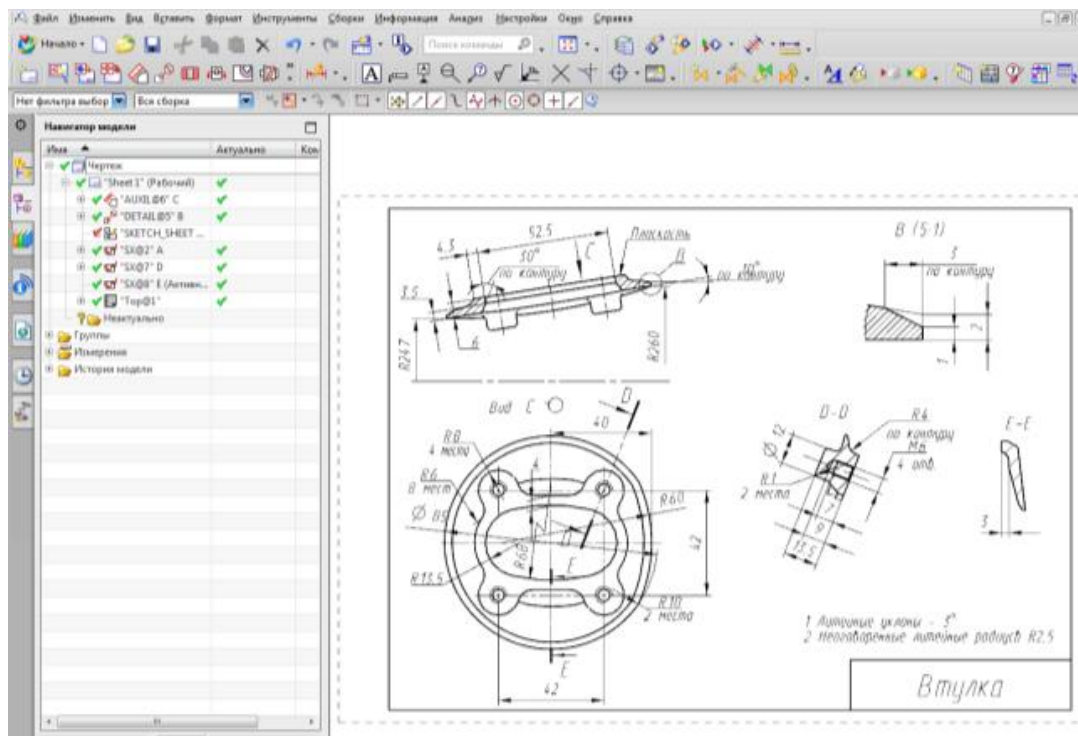

Рис. 1.4 Модуль **Черчение**
**Черчение.** В этом модуле осуществляется построение различных видов чертежей деталей и сборок, сгенерированных из моделей, созданных в приложениях *Моделирование* и *Сборки*. Чертежи, созданные в модуле **Черчение**, полностью ассоциативны модели, на основе которой они построены. Пример чертежа показан на рис.1.4.